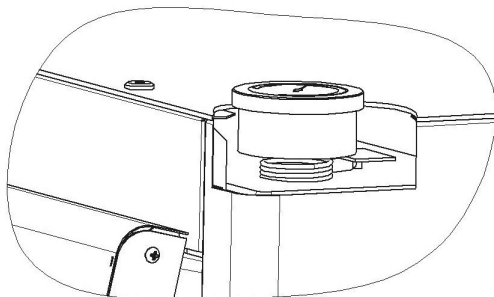

Рисунок 7.2
2. Зафиксировать термометр в отверстии крышки рисунок 7.2